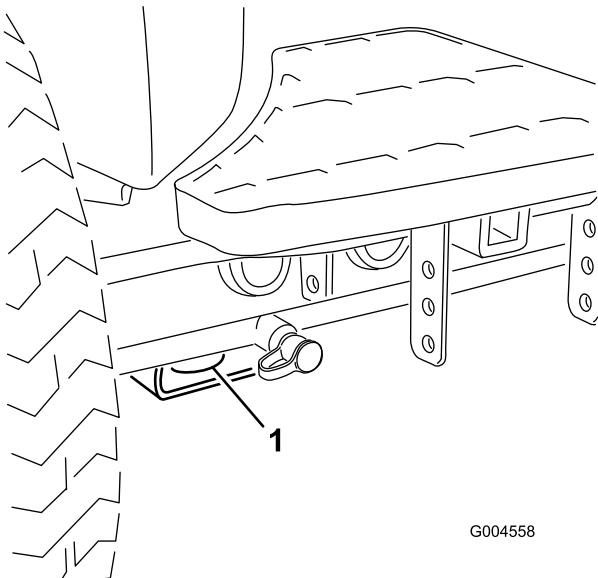
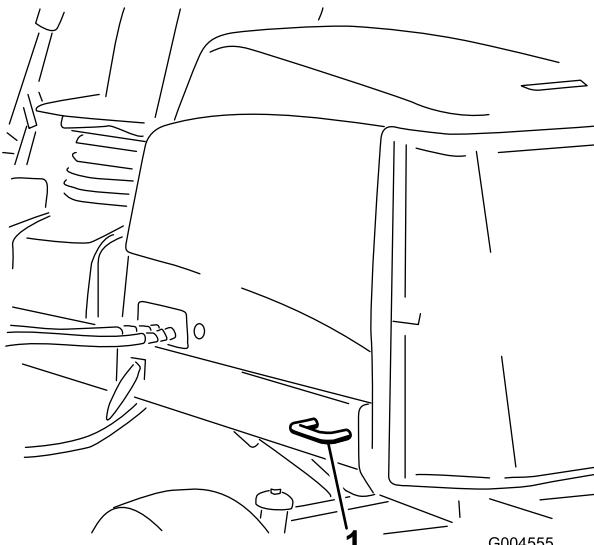

Рисунок 36
Рисунок 37
5. Для надежного крепления машины к прицепу или грузовику с помощью стропов, цепей, тросов или канатов используйте установленные на машине металлические крепежные проушины (Рисунок 36 и Рисунок 37).
- В передней части – используйте отверстие в прямоугольной подкладке под трубой моста внутри каждого переднего колеса (Рисунок 36)
- В задней части – используйте каждую сторону машины на задней раме (Рисунок 37)